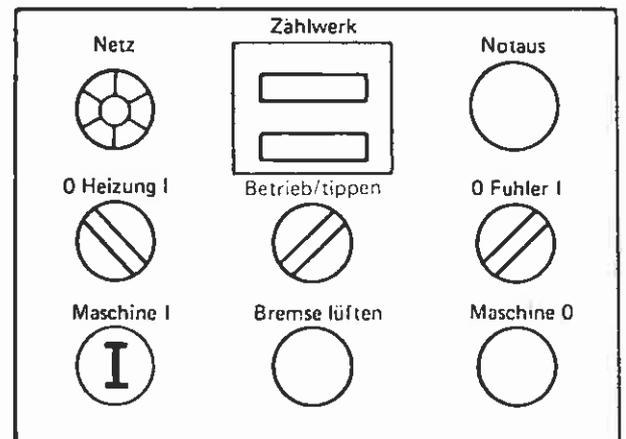

Bild 107
5. Maschine durch Betätigung des Tasters „Maschine I“ so lange durchtippen, bis das letzte Paket den Revolvertisch verlassen hat (Bild 107).